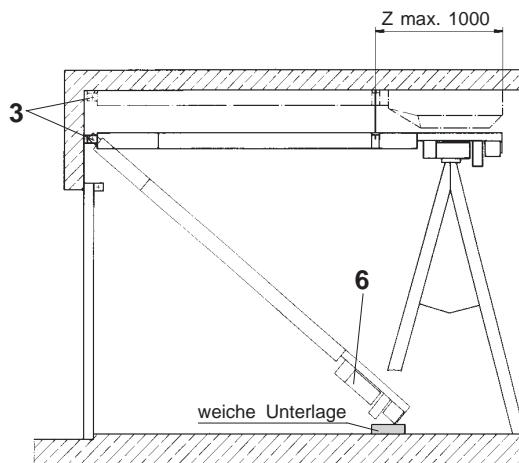
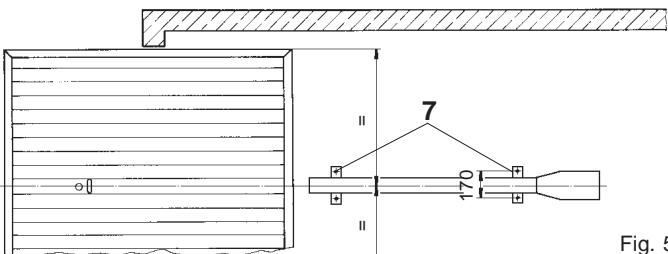

Fig. 4
Fig. 5
- Lage des Antriebsendes 100 mm hinter Torkante auf der Antriebsachse an der Decke anzeichnen. Fig. 5
- Lage der Aufhängewinkel (7) gemäss Fig. 5 festlegen und Bohrungen an Decke anzeichnen.
- Nutenstein beidseitig mit einer Kippbewegung in Aluminiumprofil (8) einlegen.
- Aufhängewinkel (7) und Zubehör, gemäss beigelegter Zeichnung, mit Rippenschrauben am Aluminiumprofil (8) befestigen.
- A • Vorderen Bügel (3) von der Antriebsverlängerung lösen und am Sturz befestigen.
• Antrieb gemäss Fig. 4 anheben und mit Schrauben an Bügel (3) befestigen. Achtung: Antriebskopf (6) nicht beschädigen!
- B • Vordere Aufhängewinkel (7) im Aluminiumprofil (8) ganz nach vorne schieben.
• Antrieb gemäss Fig. 5 anheben und mit vorderen Aufhängewinkeln (7) an Decke befestigen.
- Antrieb hinten anheben und Antriebskopf (6) z. B. auf Treppenleiter oder Lagerböcke abstützen. Hintere Aufhängewinkel (7) an Decke befestigen. Fig. 4 und Fig. 5
- Antrieb in richtige Lage schieben und Schrauben festziehen. Fig. 5